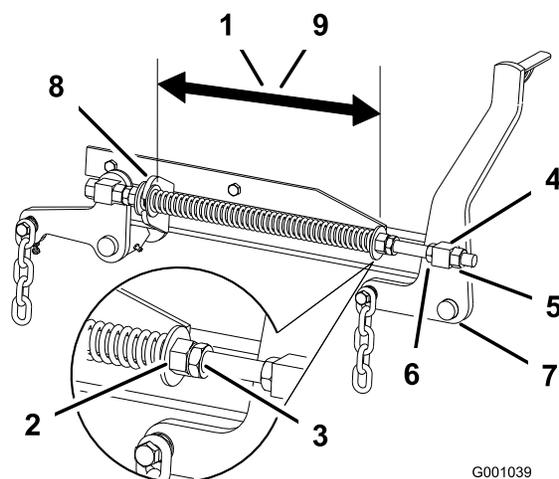

Figura 83
2. Controllate la distanza tra le due rondelle grandi, che deve risultare di 28,2 cm per la scocca dei tosaerba da 132 cm, e di 26,7 cm per la scocca dei tosaerba da 152 cm (Figura 83).
3. Regolate questa distanza allentando il controdado per molla e girando il dado antistante ogni molla (Figura 83). Girate il dado in senso orario per accorciare la molla, o in senso antiorario per allungarla.
4. Bloccate il dado serrando il controdado della molla (Figura 83).